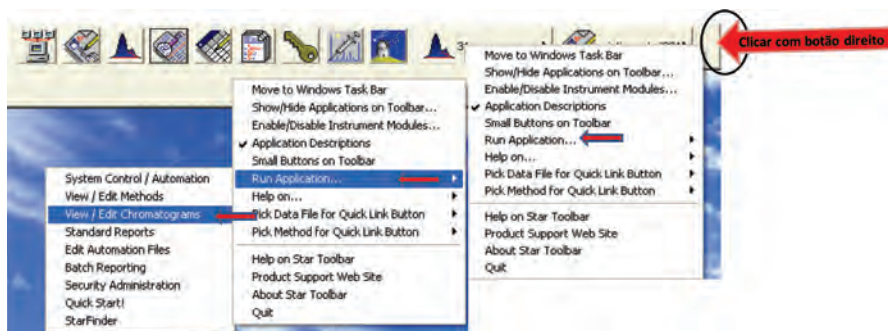

Figura 31. Comandos de entrada na view de edição de cromatogramas.
- A partir da **Star Toolbar** (página de apresentação da Workstation), com o botão direito do mouse, selecionar **Run Application** (Figura 31) e **View/Edit Chromatograms** ou clicar no ícone ().